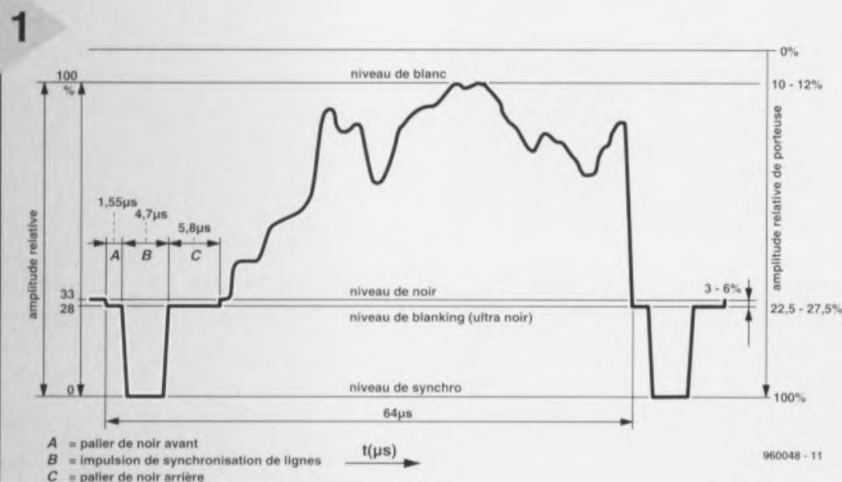

Figure 1. Évolution du signal vidéo le long d'une ligne de balayage. L'atténuateur se doit de transmettre intactes les impulsions de synchronisation (B).
Sans vouloir entrer trop dans les détails, il est peut-être utile de jeter ici un coup d'oeil sur la composition d'un signal vidéo et la **figure 1**, qui en représente une ligne horizontale, va précisément nous y aider.
La vidéo **composite**, nos voisins européens la désignent du sigle CVBS ou FBAS pour rappeler les ingrédients principaux dont elle est faite : les signaux d'image, de suppression et les impulsions de synchronisation. La **figure 1** montre bien que l'image occupe la majeure partie de l'amplitude (environ 67 %). C'est le signal qui décrit la luminosité de chaque élément d'image par référence au niveau du noir. Les impulsions de synchronisation (B), d'une largeur de $4,7 \mu\text{s}$, couvrent de 0 à 28 % de l'amplitude. Chaque impul-